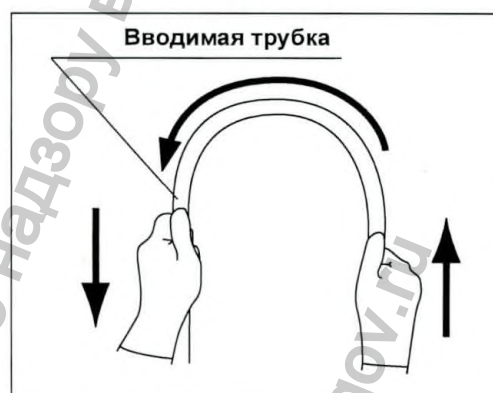

Рисунок 3.4
- 6 Обеими руками согните вводимую трубку полукругом. Затем, передвигая руки в направлении, указанном стрелками на рис. 3.4, убедитесь в том, что вводимая трубка пластична и легко сгибается в полукольцо по всей длине.